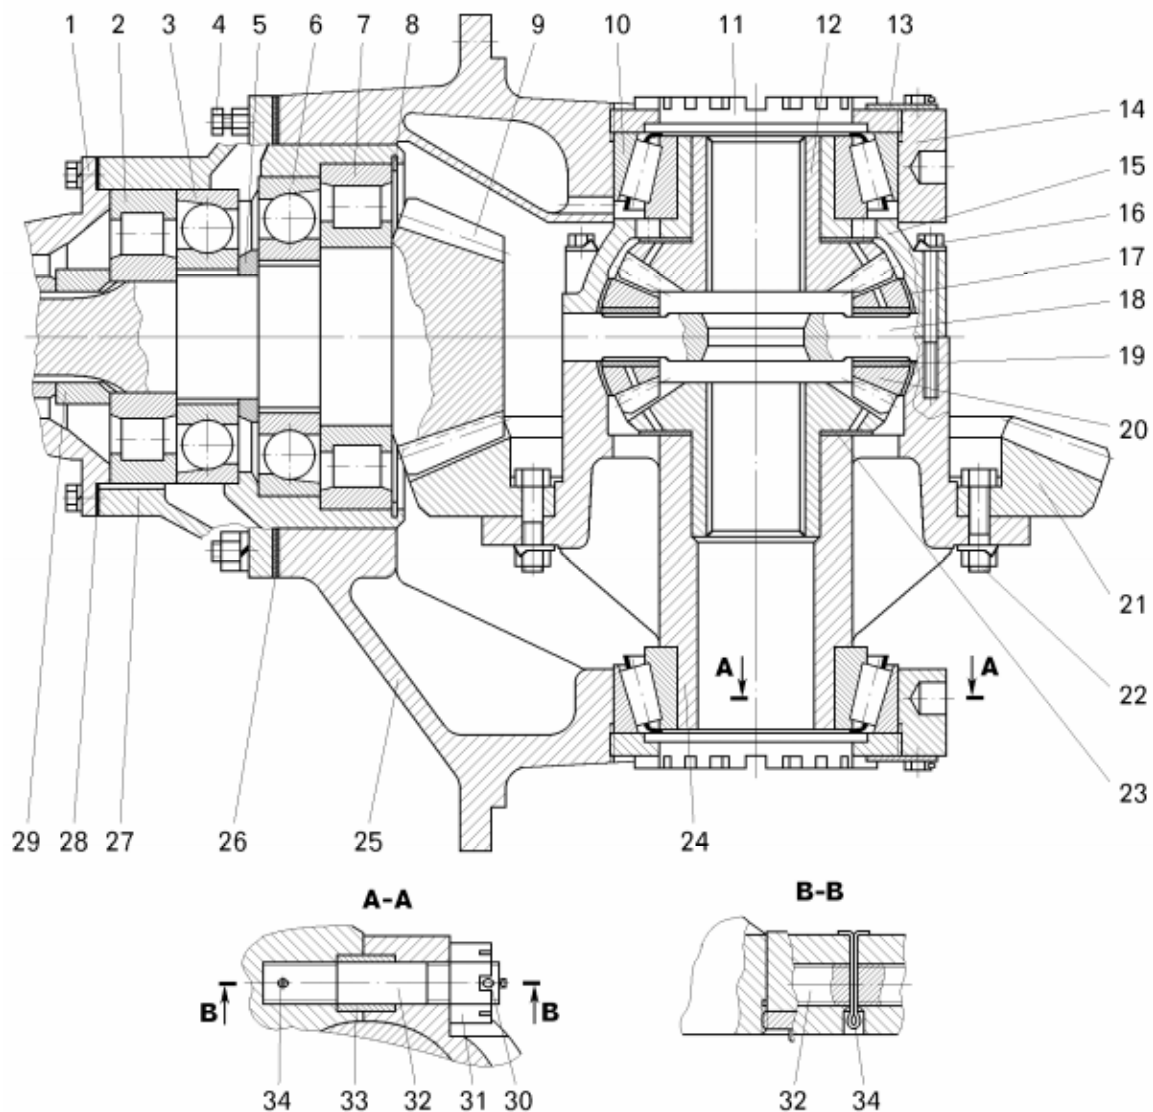

Рисунок 8.2 – Главная передача с дифференциалом:
Главная передача (рисунок 8.2) одноступенчатая, состоит из пары конических шестерен с круговыми зубьями и межколесного конического дифференциала. На главной передаче установлен тормозной механизм стояночной тормозной системы.
- расстопорить и отвернуть на два-три оборота гайки 31 (рисунок 8.2) крепления крышек 14 подшипников дифференциала;
– извлечь из кольцевой выточки картера стопорное кольцо 8 (смотри рисунок 8.2) подшипника 7;
- снять распорную втулку 29 (смотри рисунок 8.2) и внутренние кольца подшипников 2 и 7;
- выпрессовать из картера подшипников наружные кольца подшипников 2 и 7 (смотри рисунок 8.2);